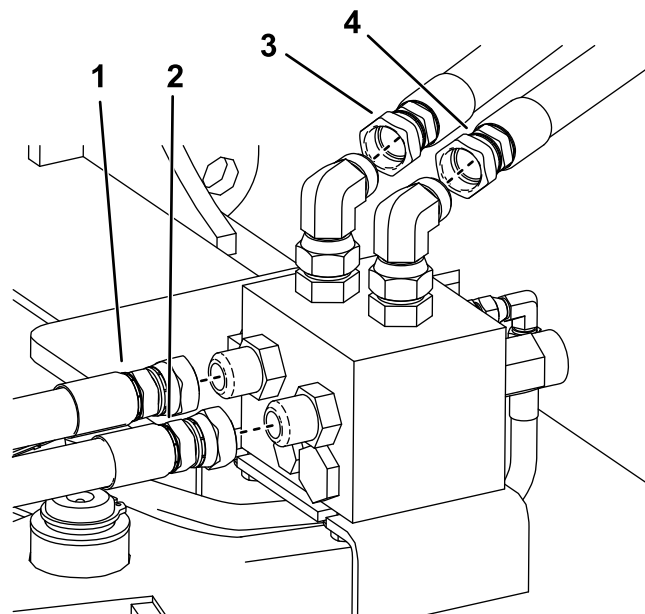

Figura 3
6. Instale las mangueras del accesorio directamente en los acoplamientos rectos de la parte trasera del distribuidor (Figura 3).
7. Retire los codos de las mangueras del rastrillo giratorio e instale los extremos de las mangueras en los acoplamientos en ángulo situados encima del distribuidor (Figura 3).